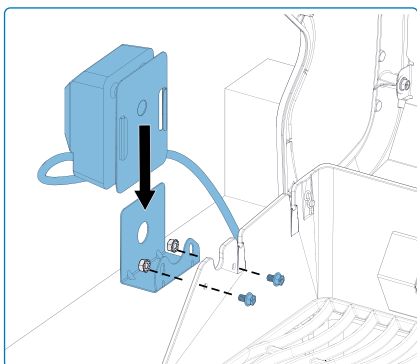

Fig. 3
1. Installare il motore del girarrosto sul lato del barbecue utilizzando la/le staffa/e di montaggio. Alcuni modelli hanno una staffa pre-montata **(Fig. 3)**.
2. Una volta che la staffa è stata fissata al barbecue, far scorrere il motore del girarrosto sulla staffa **(Fig. 3)**.